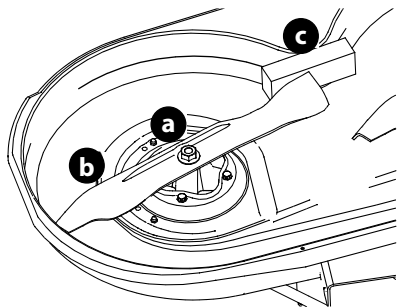

Figura 42
2. Afloje la tuerca hexagonal (a) que sujeta la cuchilla (b). Se puede colocar un bloque de madera (c) entre el alojamiento de la plataforma y el borde de corte de la cuchilla (b) para ayudar a aflojar la tuerca hexagonal (a) que fija la cuchilla (Figura 42).